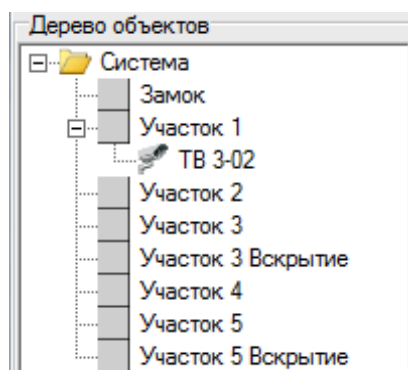

Рисунок 34.
- д) В группе «Дерево объектов» (см. рисунок 34) появится вновь созданный объект;